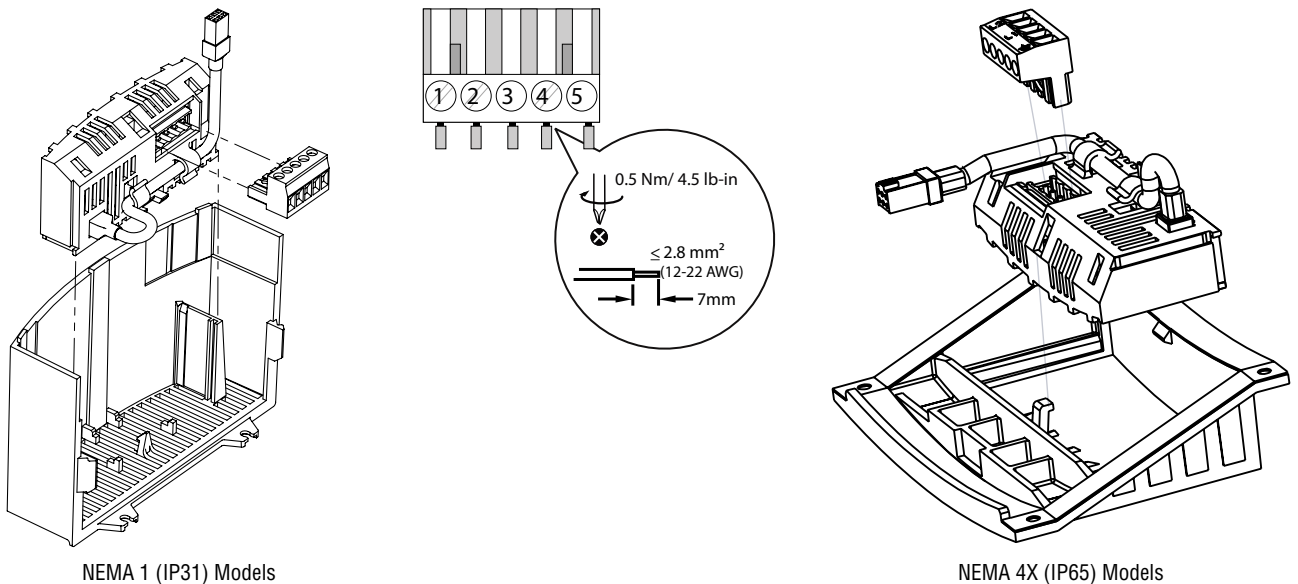

Abbildung 2: Installation des PROFIBUS-DP Kommunikationsmoduls
2. Das PROFIBUS-Optionsmodul in den Klemmenkasten einsetzen und durch "Einklicken" in Position sichern, siehe Abb. 2.